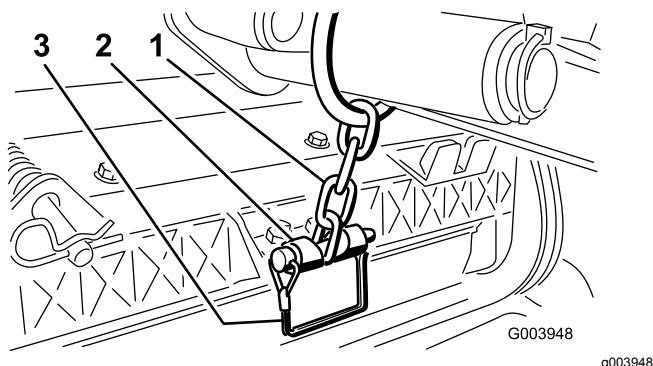

Figura 13
12. Sujete la cadena del brazo de elevación al soporte de la cadena con el pasador de seguridad (Figura 13).